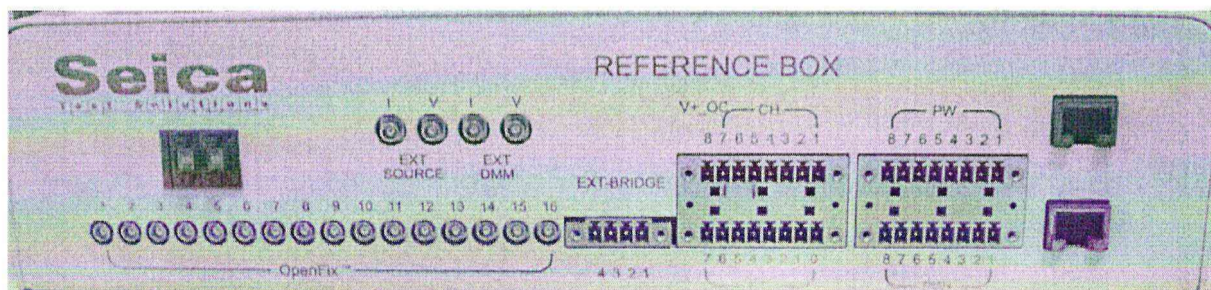

Рисунок 6
5.3.4 Подключить мультиметр В7-64/1 к выходным клеммам блока поверки «V» группы «EXT\_DMM» вместо модуля при помощи штатных соединителей, учитывая полярность подключения (Рисунок 6).